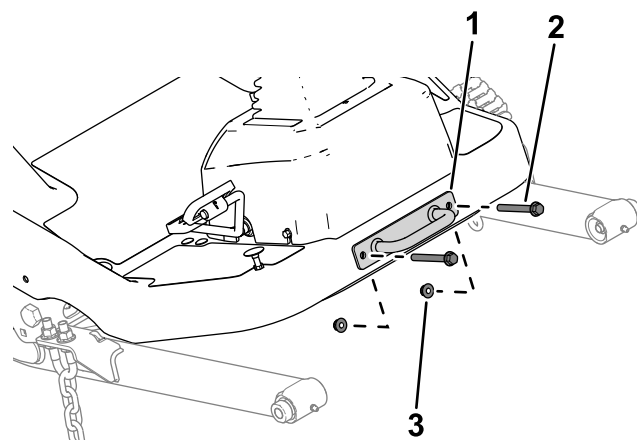

Figura 11
1. Remova o suporte da abraçadeira da plataforma (Figura 11).